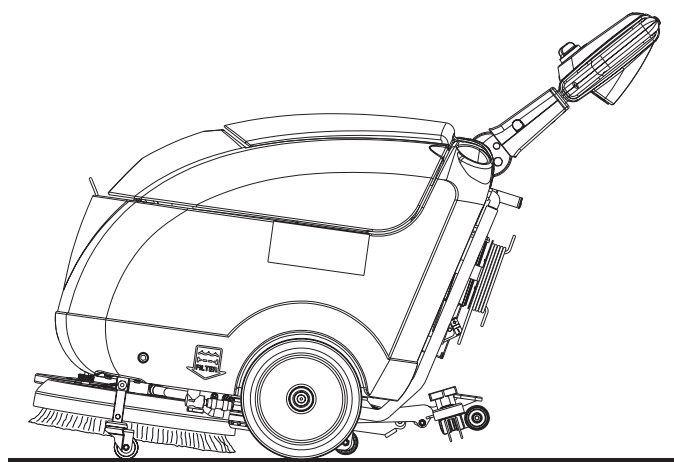

Abbildung 5
7. Die Bürstenbetätigungshebel (70) und die Freigabetaste (69) loslassen.
8. Um das Gerät auszuschalten, Wählschalter (62) in Stellung 0 drehen.
9. Arretierstift (24) betätigen und Bürste/Padhalter durch Einführen der Parkvorrichtung (23a) anheben (siehe Abb. 5).
- Gerät durch drehen des Wählschalters (62) in Stellung 0 ausschalten.
- Die Sauglippe (58) heben.
- Arretierstift (24) betätigen und Bürste/Padhalter durch Einführen der Transport-/Parkvorrichtung (23a) anheben (Abb. 5).
- Nach der Arbeit sollte die Bürste/der Padhalter vom Kopf genommen werden (siehe folgendes Aushakverfahren) und auf den vorderen Bürstenträger (43) aufgelegt werden.